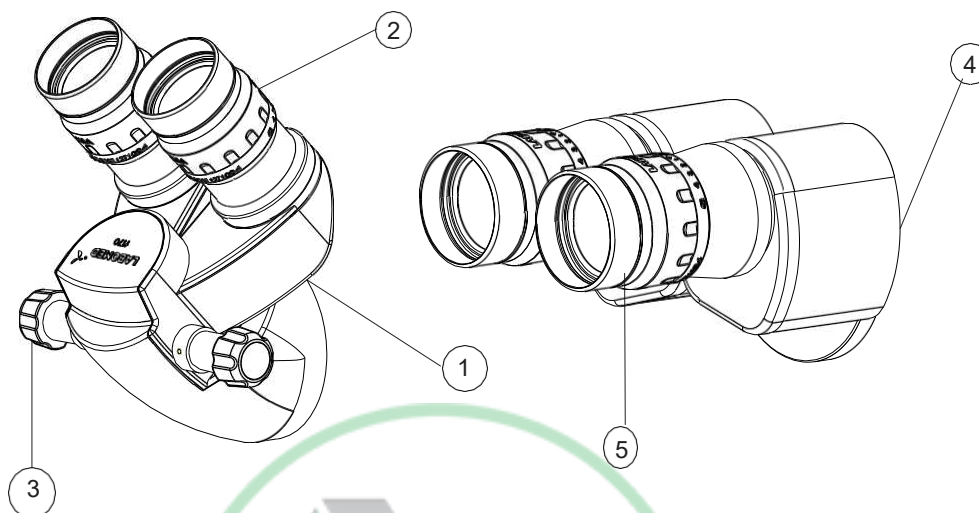

Рис. 9
8.4 Регулировка межзрачкового расстояния. (Рис.9)